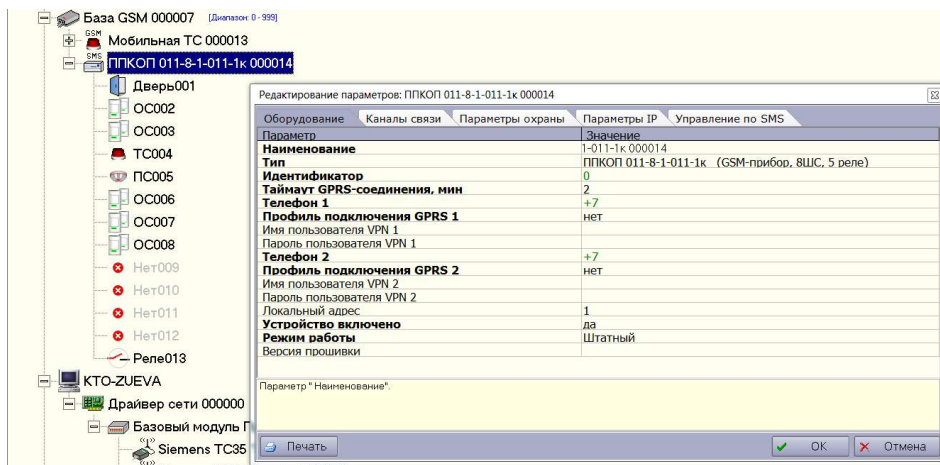

Рисунок 9 - Добавление приборов серии ППКОП 011-8-1-011
- Описать прибор ППКОП 011-8-1-011-1К по следующей схеме: Вся система → База GSM → ППКОП 011-8-1-011-1К (см. рисунок 9).
- Указать телефон SIM-карты прибора (см. рисунок 9);